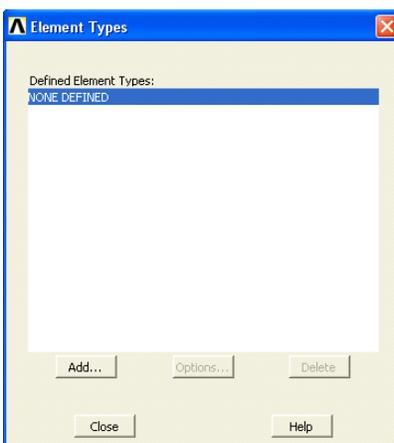

Рисунок 95. Вид окна *Elements Types*
- При его использовании появляется окно *Element Types* (Рисунок 95) с надписью *None Defined*, означающей, что к настоящему моменту ни один из типов элементов не выбран для использования при разбиении. В этом случае:
- Нажимаем кнопку **Close** в окне *Element Type* (Рисунок 95).